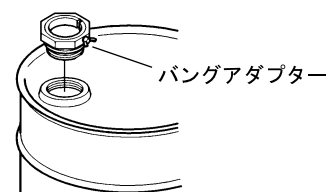

Fig.2
- 3) ドラム缶の注入口（2B）のプラグを外しポンプに接続しているバングアダプターをねじ込んでください。(Fig.2)